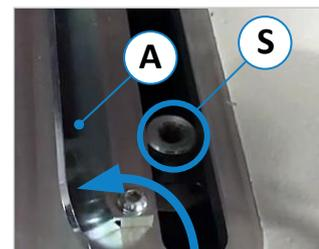

Abbildung 35: Klemmschrauben
- **Typ 216** → beide Klemmhebel (3) und (6) anbringen und festziehen, um den Anschlag zu fixieren.
- **Typ 204** → Klemmschrauben (siehe ⇒ Abbildung 35) montieren und zum Fixieren Schnellspannhebel (3) und (6) festziehen.
- Schnellspannhebel (3) und (6) nur lösen (nicht entfernen!)
- Die beiden Abdeckungen (A) links und rechts vom Anschlag (siehe ⇒ Abbildung 35) nach oben klappen.
- Dann die beiden Klemmschrauben (S) entfernen (komplett herausdrehen).